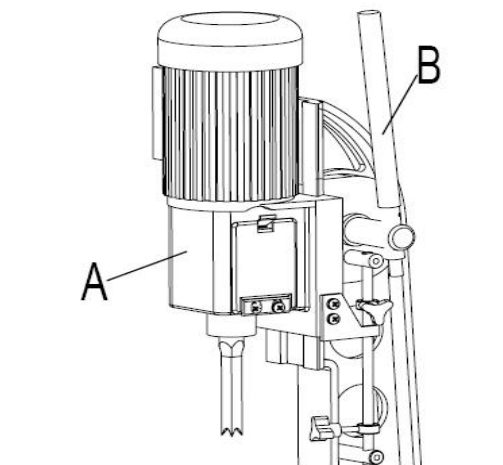

Rys.8
11. Zamontuj narzędzie i uchwyt dłuta (A) rys. 8 z boku kolumny za pomocą dwóch